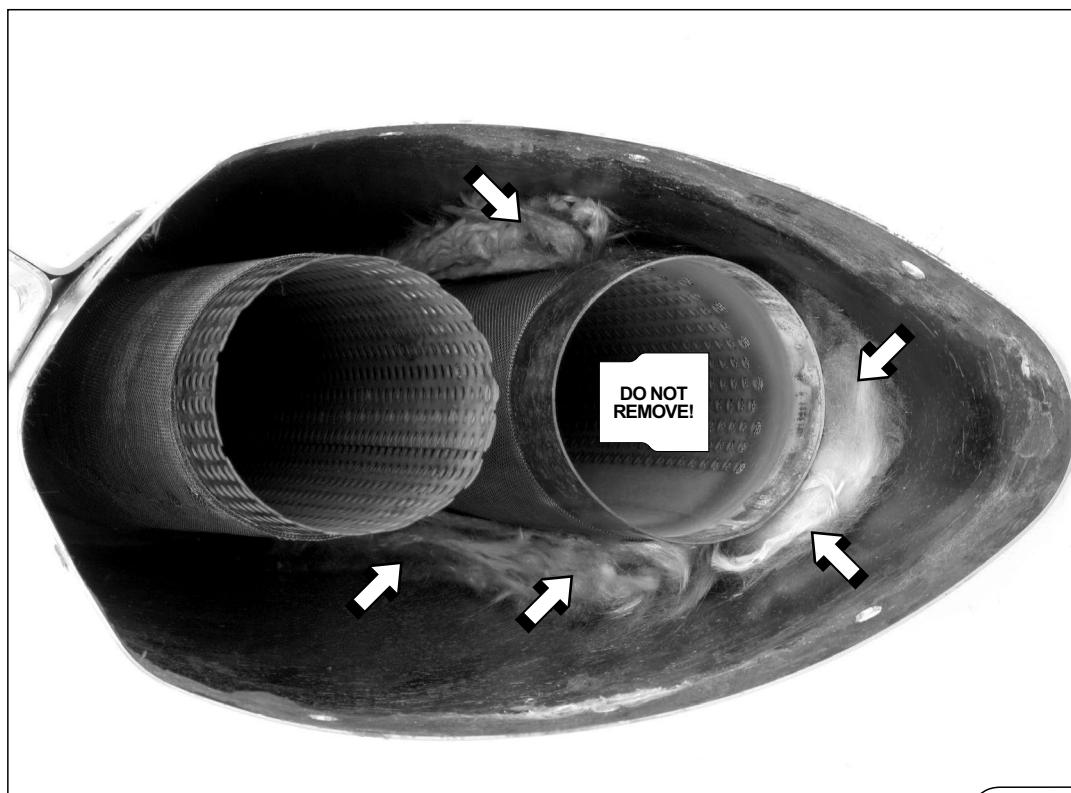

Figure 48
- ! 警告: サイレンサーの一番細くなっている部分にある特殊吸音材は取り外さないでください (図 48) !